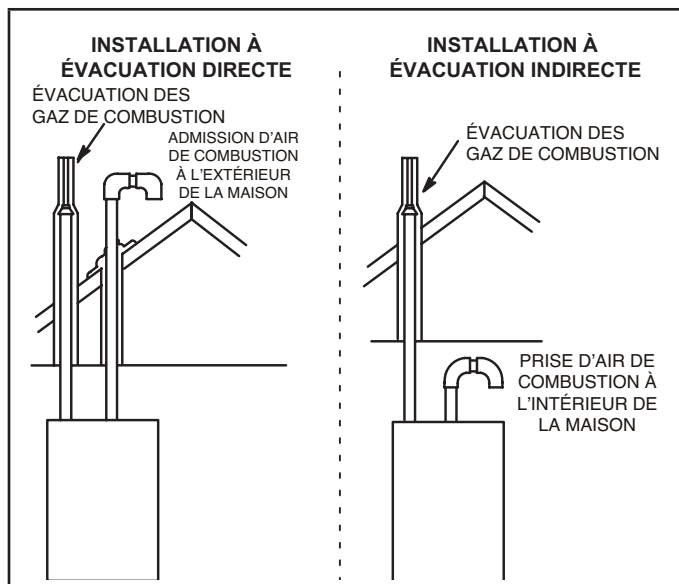
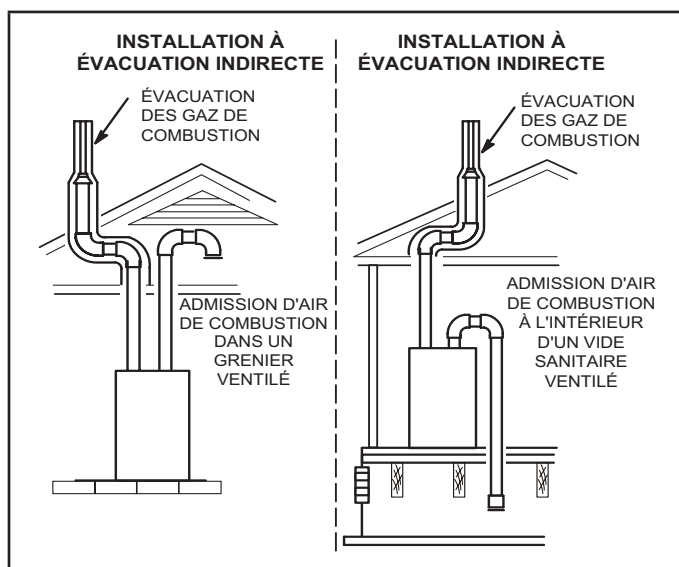

Figure 1
Figure 2
**REMARQUE** - En évacuation directe, l'air de combustion est prélevé à l'extérieur et les gaz de combustion sont évacués à l'extérieur. En évacuation indirecte, l'air de combustion est prélevé à l'intérieur, dans un grenier ventilé ou un vide sanitaire, et les gaz de combustion sont évacués à l'extérieur. Voir la Figure 1 et la Figure 2 pour les installations à terminaison sur toit.